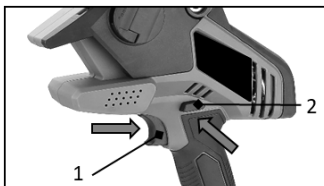

Рис.3
Для запобігання випадковому натисканню клавіші увімкнення передбачена клавіша блокування (2) запуску мініпили. Щоб запустити інструмент, натисніть клавішу блокування (2), а потім натисніть клавішу увімкнення (1). Виріб негайно почне працювати на максимальній швидкості. Відпустіть клавішу увімкнення (1), щоб зупинити електроінструмент (Див. рисунок 3)